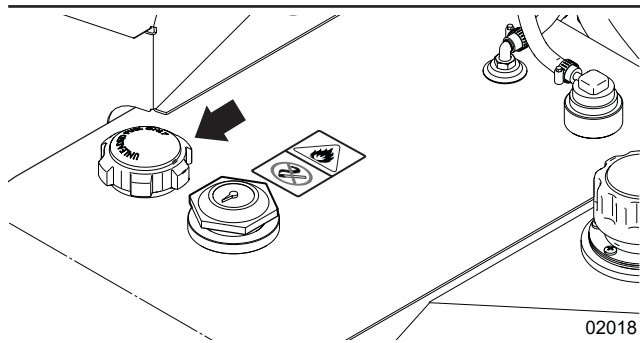

Fig. 29—Bouchon du réservoir de carburant
3. Nettoyez la zone autour du bouchon de du réservoir de carburant. Consultez la *Fig. 29*.